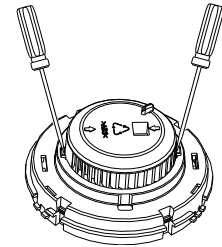

图 5 迷宫体拆取示意图
- a) 打开探测器上盖，按图 5 所示，用一字螺丝刀依次轻撬迷宫体两侧后，取下迷宫体；